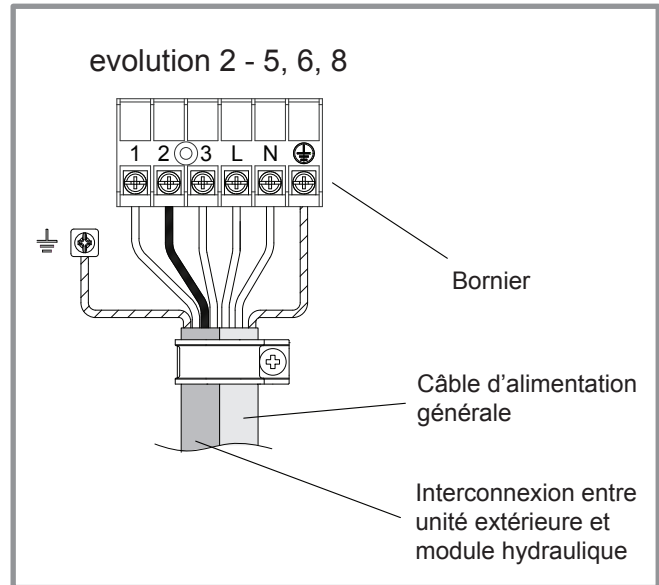

figure 26 - Connexions au bornier de l'unité extérieure
- Déposer le capot (*figure 26*).